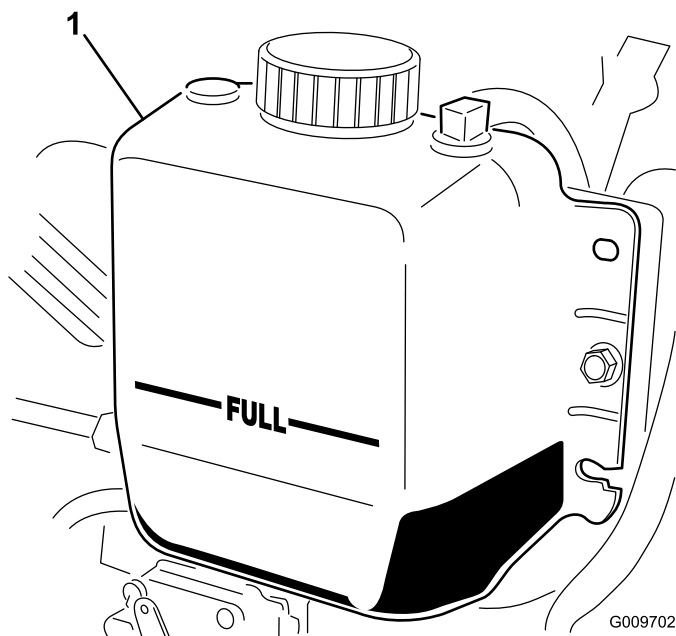

Figura 30
2. Compruebe el nivel de refrigerante del radiador. El radiador debe llenarse hasta la parte superior del cuello de llenado, y el depósito de expansión debe llenarse hasta la marca LLENO (Figura 30).